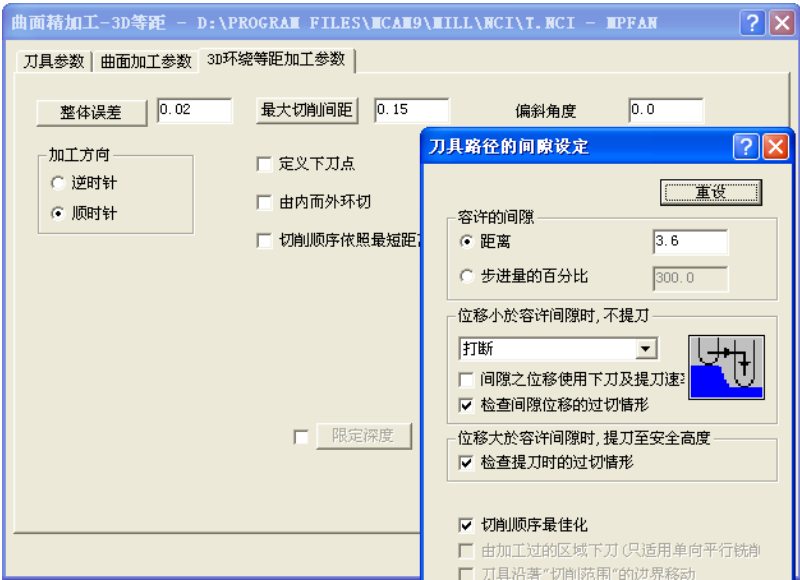
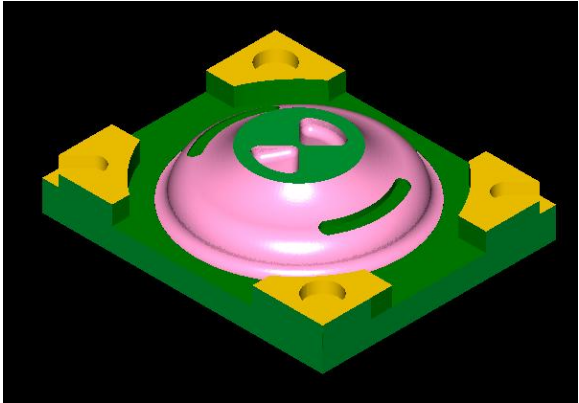

图 7-57 步骤 10) 环绕等距加工参数和刀具路径间隙设定
图 7-58 零件 3 实体切削验证
10) 复制步骤 9), 加工面和干涉面的选择与步骤 6) 相同, 在“刀具参数”选项卡, 将下刀速率改为 100, 在“3D 环绕等距参数”选项卡, 取消勾选“由内而外环切”“切削顺序依照最短距离”, 在“刀具路径的间隙设定”对话框, 容许的间隙点选“距离”, 设定改为 3.6, 其余参数均同步步骤 9), 如图 7-57 所示。工件设定为 X120 Y100 Z30, 工件原点 X0 Y0 Z0, 实体切削验证如图 7-58 所示。将图形保存为“7-3. MC9”文件。